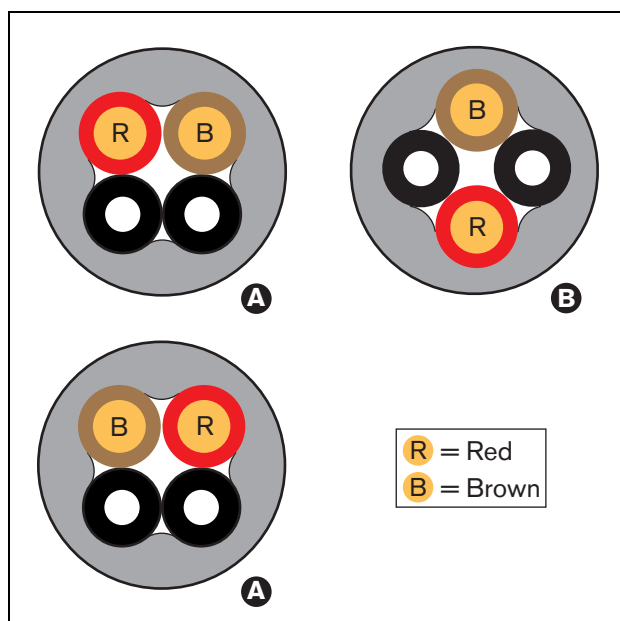

figura 30.5: Tipi di cavo
- I cavi di tipo A in cui le fibre ottiche in plastica sono poste le une accanto alle altre (vedere figura 30.5, dove sono raffigurate entrambe le estremità del cavo).
- I cavi di tipo B in cui le fibre ottiche in plastica sono opposte le une rispetto alle altre (vedere figura 30.5, le due estremità del cavo sono identiche).